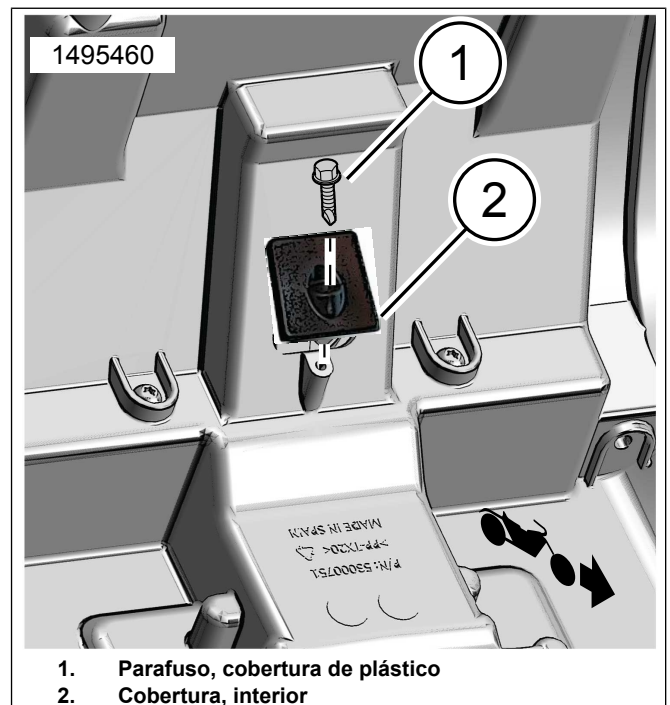

Figura 10. Instalação da Cobertura Interior
6. Figura 10 Instalar a tampa (2) e o parafuso (1). Aperte à mão.